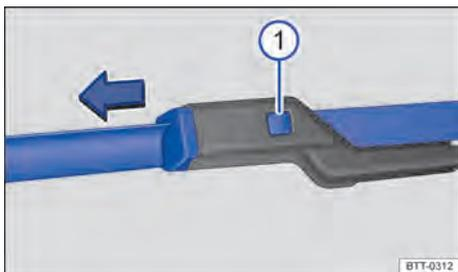

Fig. 140 No para-brisa: substituir as palhetas dos limpadores do para-brisa.
- Manter o botão de destravamento pressionado e, ao mesmo tempo, puxar a palheta dos limpadores dos vidros para fora, no sentido da seta → Fig. 140 ❶.